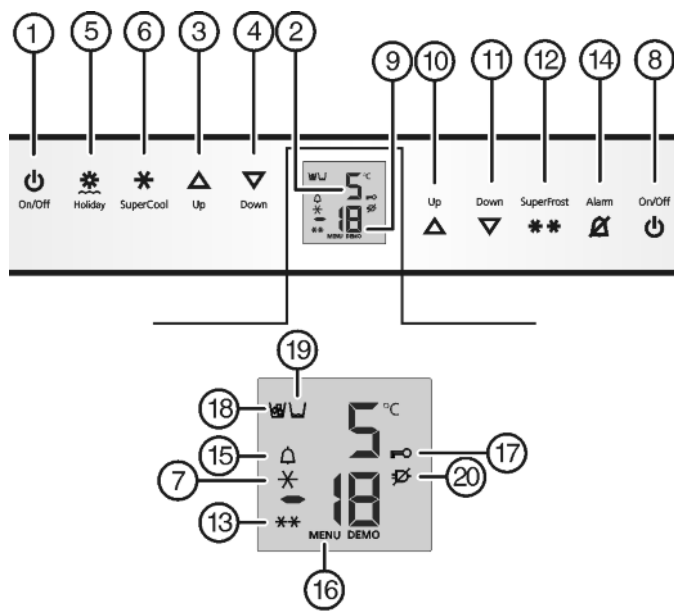

Fig. 2
- Nyomja meg a fagyasztórész főkapcsoló gombját Fig. 2 (8).
- Nyomja meg a hűtő rész főkapcsoló gombját Fig. 2 (1).
- ▷ A hűtő- és a BioFresh-rész bekapcsol: Világít a hűtő rész hőmérsékletjelzője Fig. 2 (2) . A hűtő rész ajtajának kinyitásakor a belső világítás világítani kezd.
- Beállítási mód aktiválása: Nyomja meg a SuperFrost gombot Fig. 2 (12) kb. 5 mp-re.
- ▷ Kigyullad a Menü ikon Fig. 2 (16).
- A jóváhagyáshoz nyomja meg röviden a SuperFrost gombot Fig. 2 (12).
- A gyermekbiztosíték bekapcsolásához nyomja meg röviden a SuperFrost gombot Fig. 2 (12).
- ▷ A gyermekbiztosíték ikonja Fig. 2 (17) világít. A kijelzőn  villog.
- A gyermekbiztosíték kikapcsolásához nyomja meg röviden a SuperFrost gombot Fig. 2 (12).
- ▷ A gyermekbiztosíték ikon Fig. 2 (17) kialszik. A kijelzőn  villog.
- Beállítási mód kikapcsolása: Nyomja meg a fagyasztórész főkapcsoló gombját Fig. 2 (8).
► Nyomja meg a riasztás gombot *Fig. 2 (14)*.
Egyidejűleg villog a hőmérsékletkijelző és a riasztás ikon *Fig. 2 (15)*.
A figyelmeztető hangjelzés automatikusan elnémul, a riasztás ikon *Fig. 2 (15)* eltűnik és a hőmérsékletkijelző is abbahagyja a villogást, mikor a hőmérséklet újra elégé alacsony.